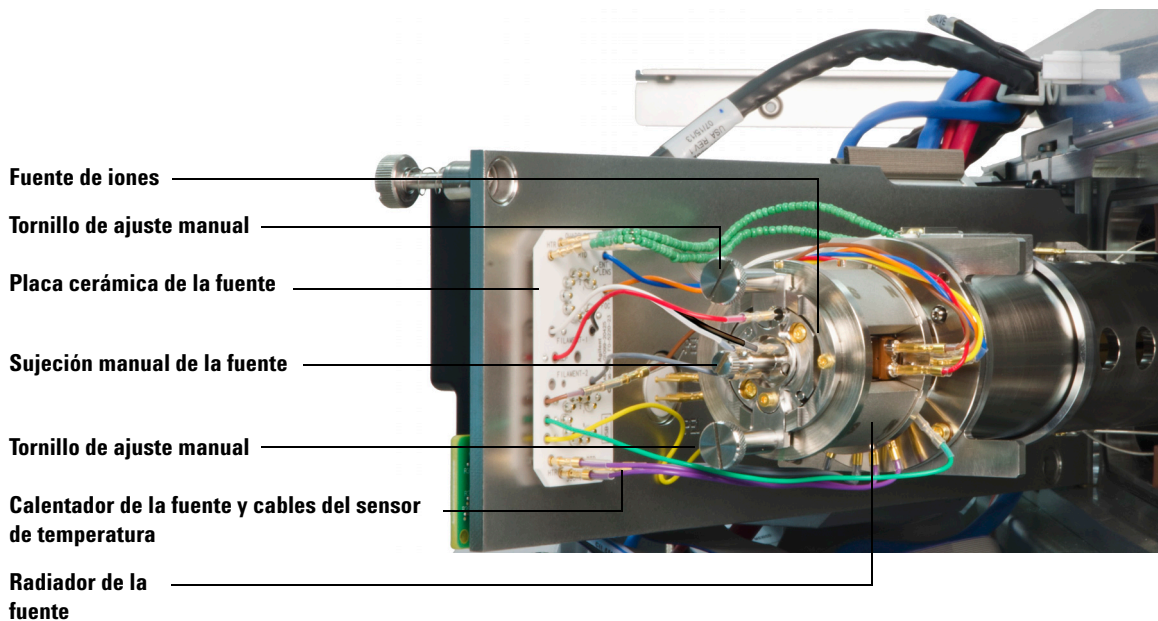

Figura 41 Fuente EI HES antes de separarla
- 3 Retire los dos tornillos de ajuste manual grandes que sujetan la fuente de iones. (Consulte la Figura 41.)
Los contactos de la fuente tienen pines con resortes, así que debe hacer un poco de fuerza para retirar la fuente. (Consulte la Figura 41.)